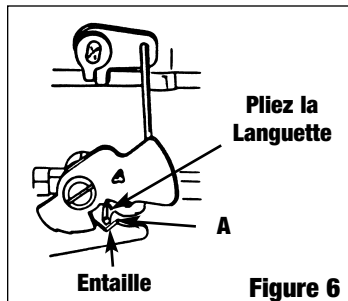

Figure 6
• **VERROUILLAGE DE L'OBTURATEUR SECONDAIRE, OBTURATEURS ÉQUIPÉS DE STARTERS ÉLECTRIQUES SEULEMENT (FIG. 6)**